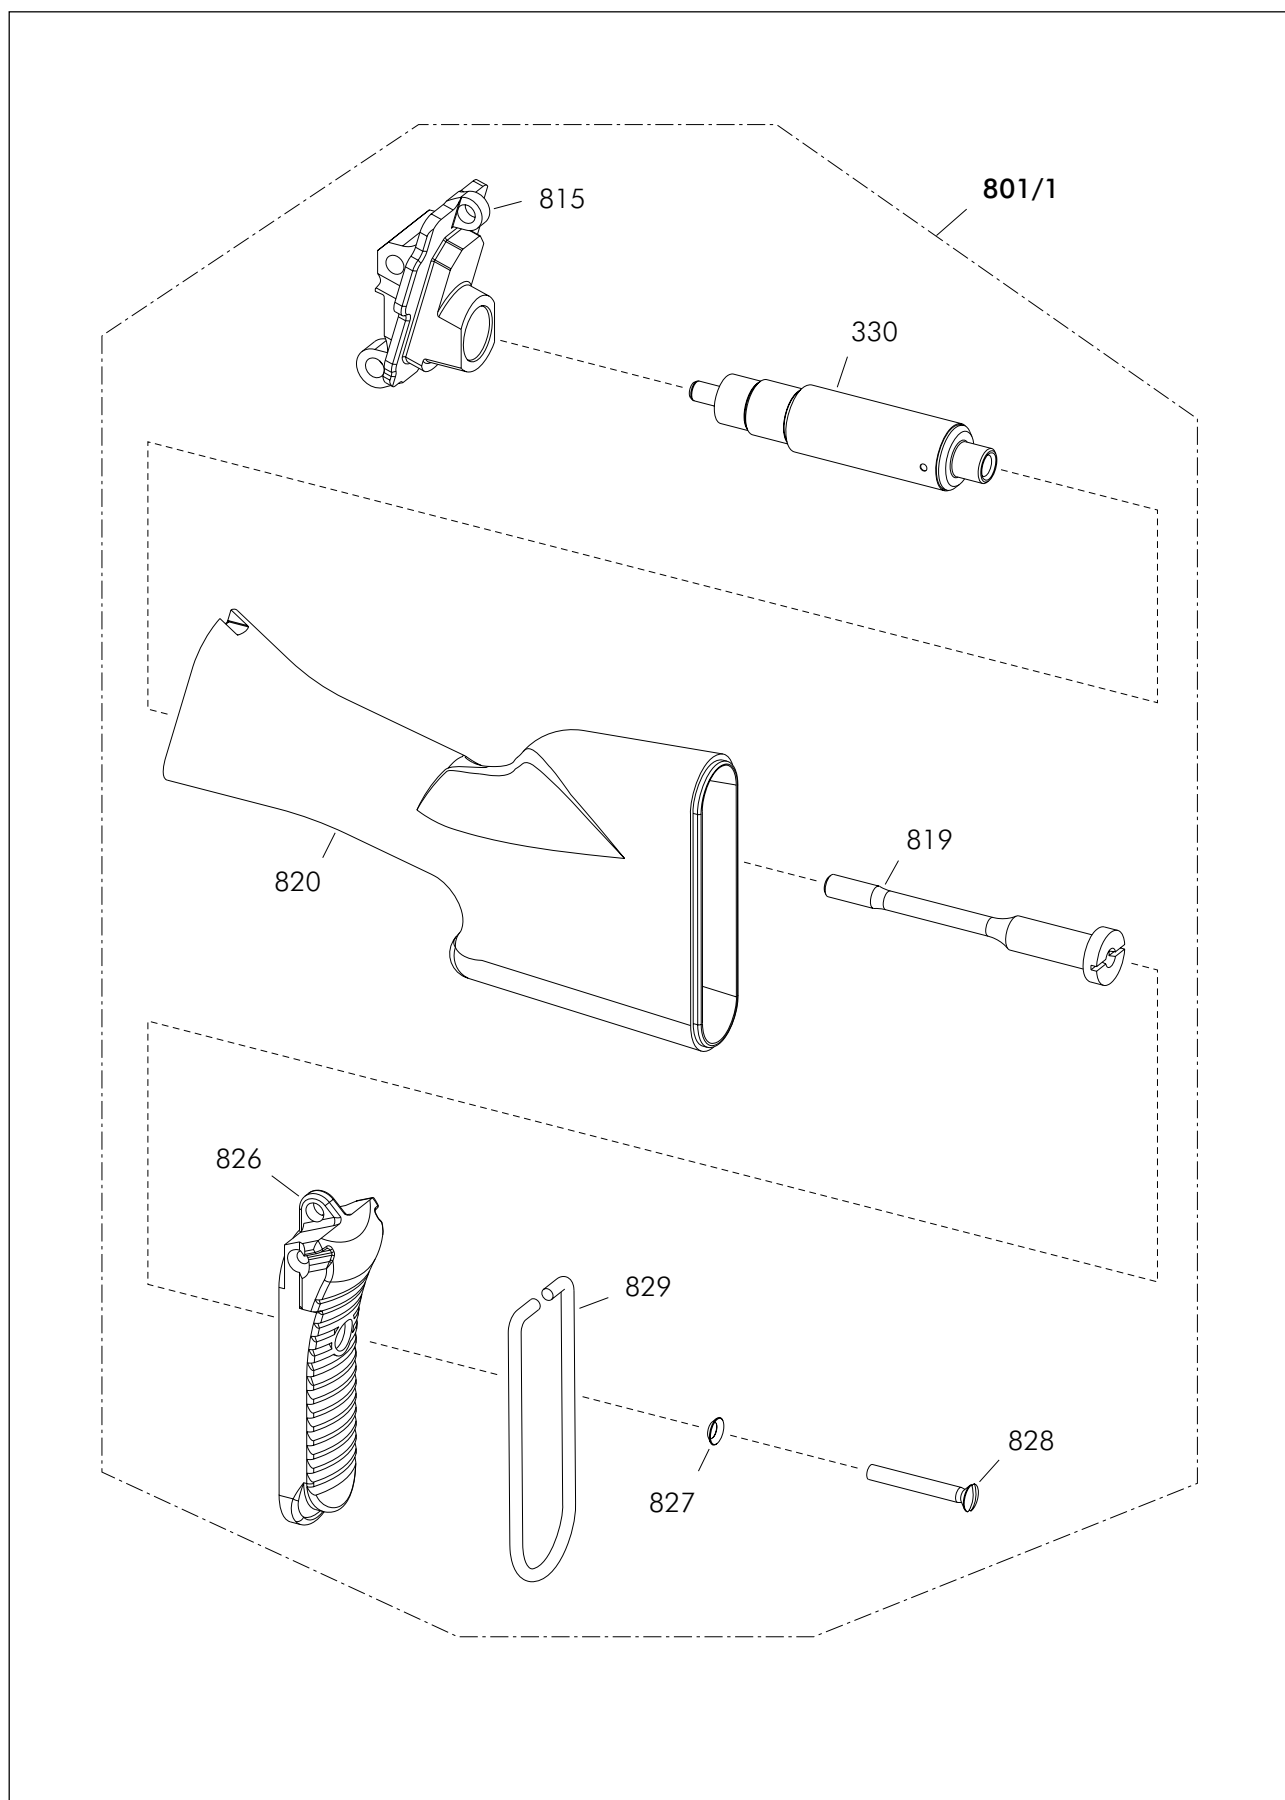

Fig. 3.h.1 - Grupo culata de plástico [7] (solamente MINIMI™ 7,62 culata fija)
**3.7. GRUPO CULATA DE PLASTICO [7] (Fig. 3.h.1)***(solamente MINIMI™ 7,62 culata fija)*